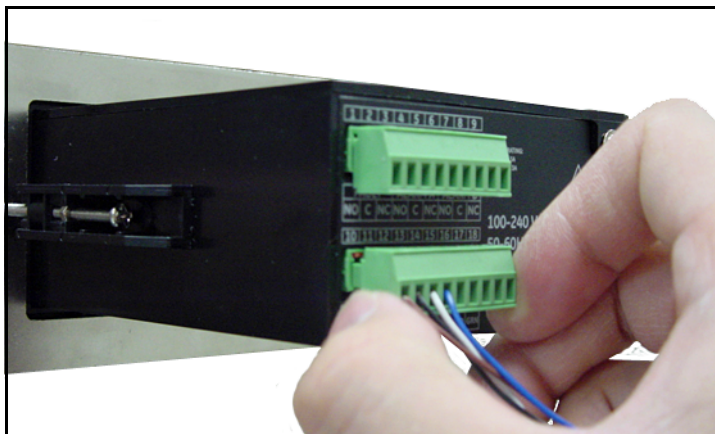

Figure 29: Wiederanschießen des Steckers an die Klemmenleiste
4. Schließen Sie den Stecker wieder an die untere Klemmenleiste an der Rückseite des **dew.IQ** an (siehe *Figure 29* unten).